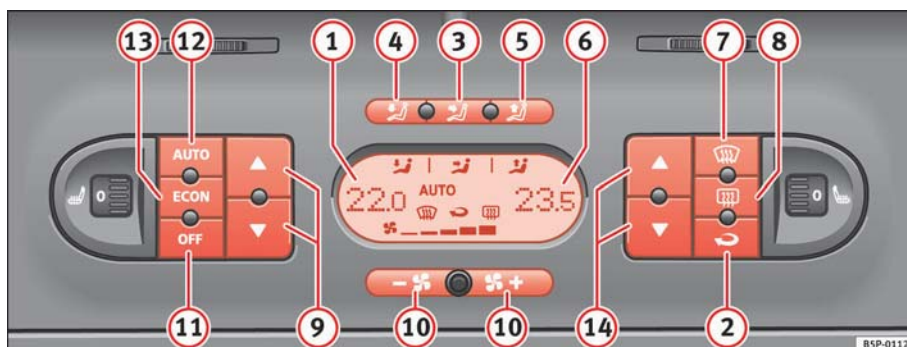

Fig. 116 Mandos del 2C-Climatronic en el tablero de instrumentos
– Pulse las teclas de regulación de temperatura ⇒ fig. 116 9 ó 14 para ajustar la temperatura del lado izquierdo y derecho respectivamente.
- Pulse la tecla **AUTO** ⇒ página 128, fig. 116. Aparece “AUTO” en el display.